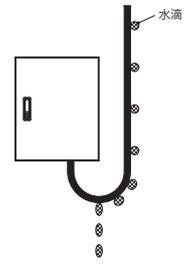

図3
- 盤内機器への電線配線経路に配慮(電線を曲げて水が伝わらないようにする。電線を伝って水が滴下する位置に注意)してください。(図3)